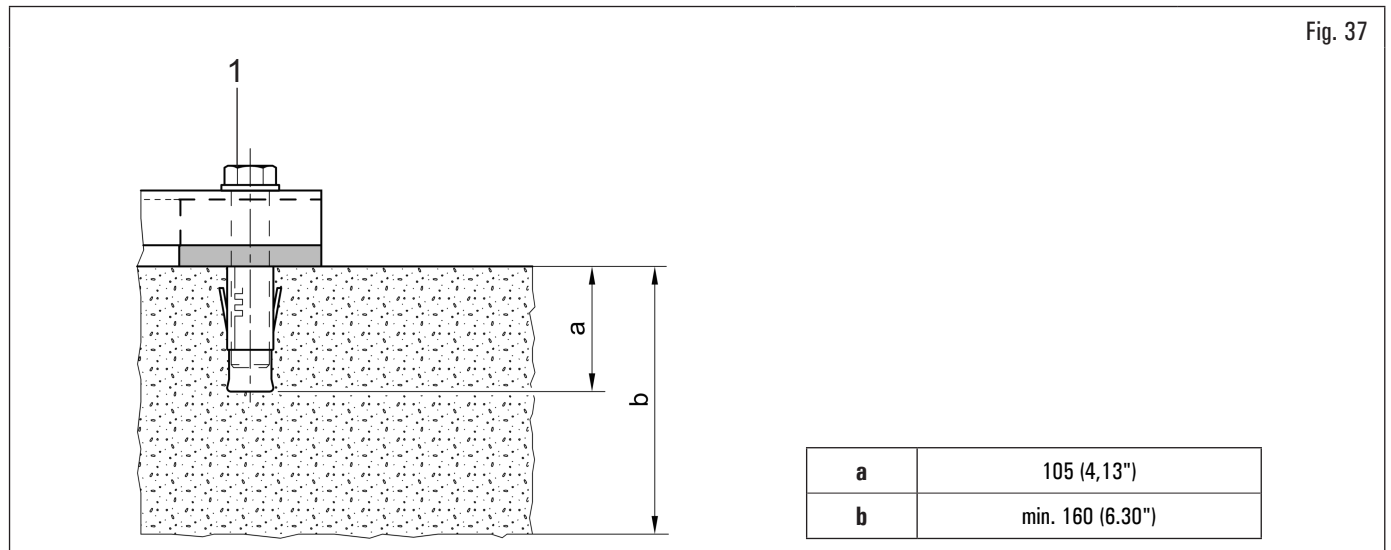

Fig. 37
L'équipement emballé est fixé à la palette de support par des trous sur le châssis indiqué dans la Fig. 37. Ces trous doivent également être utilisés pour la fixation au sol, en utilisant des ancrages appropriés pour le béton (non inclus). Avant de fixer au béton, vérifiez que tous les points d'ancrage sont plat, de niveau et en contact avec le sol. Dans le cas contraire, caler entre l'équipement et le sol, comme indiqué sur la Fig. 37.
- Pour fixer l'équipement au sol, utilisez des boulons et goupilles d'ancrage (Fig. 37 réf. 1) avec une tige filetée M8 (UNC 5/16) adaptée au sol sur lequel sera fixé le démonte-pneus et en nombre égal au nombre de trous de montage sur le châssis inférieur ;